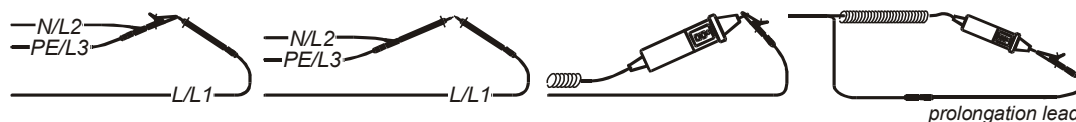

Bild 5.13: Kurzgeschlossene Prüfleitungen
- ❑ **Schließen** Sie das Prüfkabel am Instrument an und schließen Sie die Prüfleitungen miteinander kurz (siehe Bild 5.13).